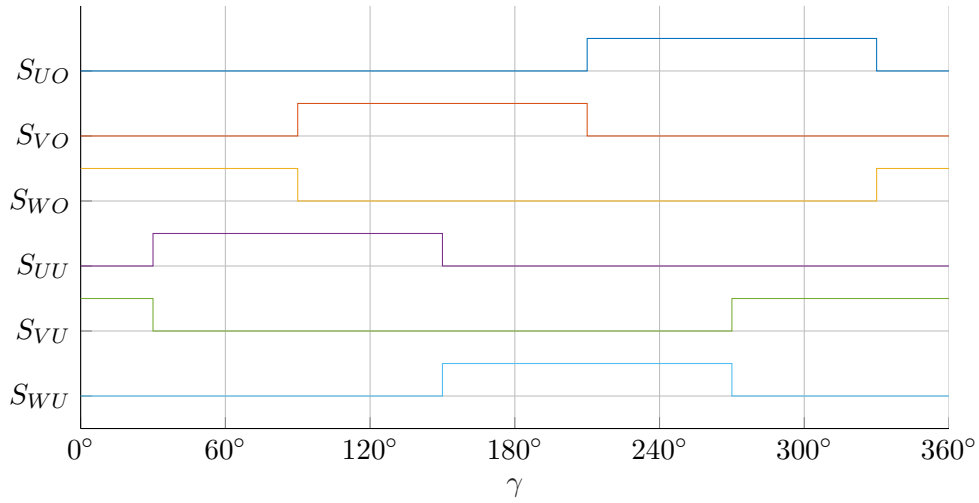

Abbildung 2.3: Ansteuersignale im Rechtslauf
b) In diesem Aufgabenteil sollen nun zu den rechtsläufigen Stromverläufen aus Aufgabenteil a) die entsprechenden binären Ansteuersignale der sechs Transistoren in einem Diagramm dargestellt werden. Ist der Transistor leitend, so entspricht dies einem positiven Ansteuersignal mit dem Wert 1. Wenn der Transistor sperrt, so entspricht dies dem binären Wert 0. Abbildung 2.3 zeigt die Ansteuerung der sechs Transistoren für den Stromverlauf.